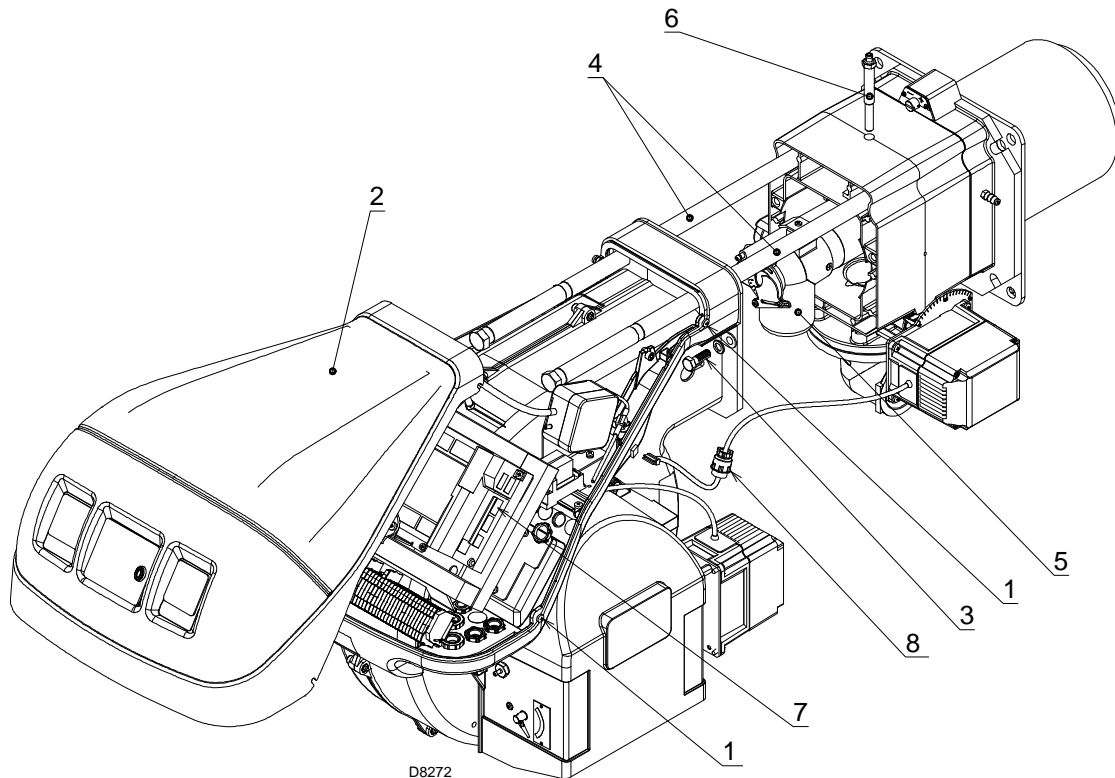

Abb. 38
Den Brenner öffnen und überprüfen, ob alle Flammkopfteile unversehrt, nicht durch hohe Temperatur verformt, ohne Schmutzteile aus der Umgebung und richtig positioniert sind. Prüfen Sie, ob die Austrittsöffnungen für das Gas in der Einschaltphase, die sich am Flammkopf befinden, von Verschmutzungen oder Rostablagerungen frei sind. Bauen Sie im Zweifelsfall den Krümmer 5) (Abb. 38) aus.
- Lösen Sie die 4 Schrauben 1) (Abb. 38) und entfernen Sie die Verkleidung 2);
- Schließen Sie den Stecker des Stellmotors 7)(Abb. 38) an und schrauben Sie den Kabeldurchgang 8) ein.